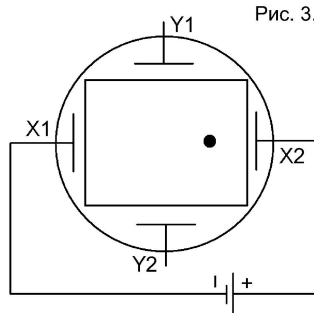
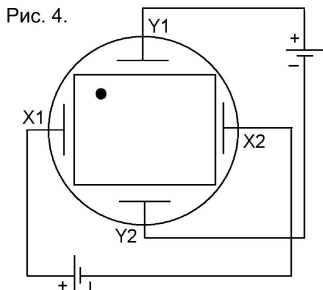

Рис. 3.
Рис. 4.
На рисунке 2 показано как отклоняется луч, если подать напряжение на пластины Y, причем, на Y2 – отрицательный полюс, а на Y1 – положительный. Если сменить полярность, – отклонение будет в другую сторону от среднего положения. Аналогичным образом отклоняется луч и при подаче напряжения на пластины X (рис. 3). А вот на рис. 4 показано что будет, если под напряжением будут и горизонтальные (X) и вертикальные (Y) пластины.